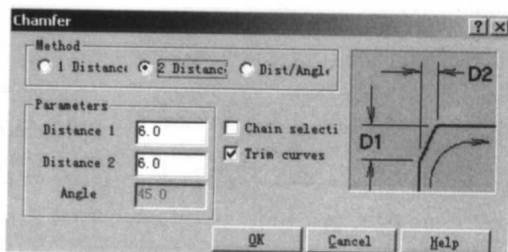

图 1-37
(10) 倒角功能增加了一个对话框,如图 1-37 所示,单击 Chamfer(倒角)选项,打开该对话框,选择上面的 2 Distance 选项,再输入参数。